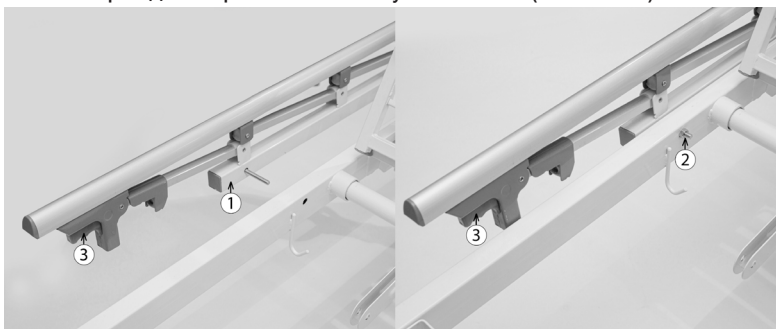

Рис. 8 Схема установки боковых ограждений
15. Закрепите боковое ограждение (1) болтом M8x70 и гайкой M8 (2) (см. Рис. 8).
16. Сориентируйте ограждения так, чтобы кнопки (3) освобождения фиксаторов боковых ограждений располагались у изголовья.(см. Рис. 8)